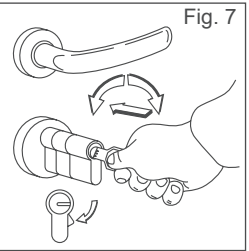

Fig. 7
1. Zylinder durch Drehen des Nockens um einige Dutzende Grad einsetzen, so dass er in den Freiraum des Zylinder körpers passt, dazu verwendet man den Öffnungsschlüssel (Abb. 7). Die CISA-Zylinder sind mit einem vorstehenden Nocken ausgestattet, dadurch wird eine bessere Verankerung gewährleistet, außerdem stellt dieser vorstehende Nocken einen besonderen Schutz gegen ein Herausziehen durch Hammereinwirkung dar. Der Zylinder kann also in das Schloss eingeführt / aus dem Schloss herausgezogen werden, ohne dass irgendetwas dabei zu Schaden kommt, und nur unter Verwendung des Öffnungsschlüssels.
1. De cilinder in het slot steken, door de nok, enkele tientallen graden te draaien met behulp van de sleutel totdat hij binnen de omvang van de cilinderbehuizing past (afb. 7). De Cisa-cilinders zijn van voorzien van een uitstekende nok, voor een betere verankerung van het slot en om bestand te zijn tegen losraken door hamerslagen. Alleen met de sleutels is het mogelijk de cilinder zonder verwoesting in te steken en uit te trekken.
1. Вставить цилиндр, поворачивая бородку на несколько градусов пока она не войдет во внутрь корпуса цилиндра, пользуясь ключом для открытия (рис.7). Цилиндры фирмы Cisa оснащены выступающей бородкой для обеспечения лучшего анкеража к замку и чтобы противостоять снятию от удара молотка. Следовательно, можно одевать и снимать цилиндр замка без разрушительных вмешательств, только располагая ключом для открытия.